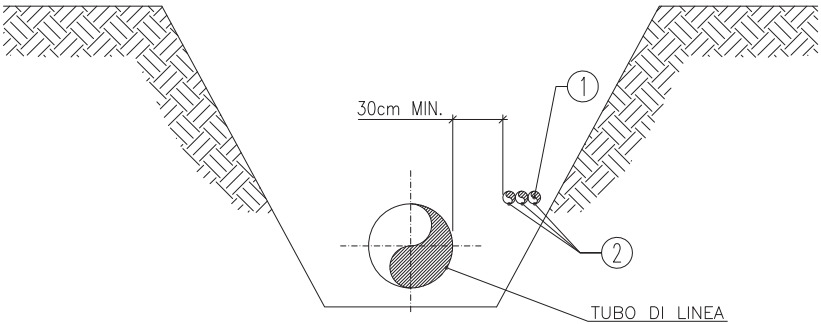

FIG.2 POSA IN CORRISPONDENZA DI ATTRAVERSAMENTI A CIELO APERTO DI:
• Condotta libera o in tubo di protezione a cielo aperto di corsi d'acqua importanti e di strade asfaltate a traffico intenso (vedi Fig.2)